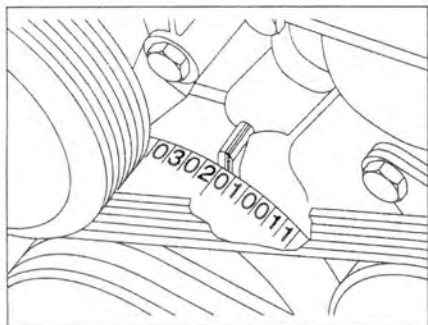

Рис. 2.18. Установите коленчатый вал на отметке 20° после ВМТ.
1. Установите коленчатый вал на отметке 20° после ВМТ (рис. 2.18).
7. Установите коленчатый вал на отметке 20° после ВМТ (рис. 2.18).
15. Установите коленчатый вал на отметке 20° после ВМТ (рис. 2.18).